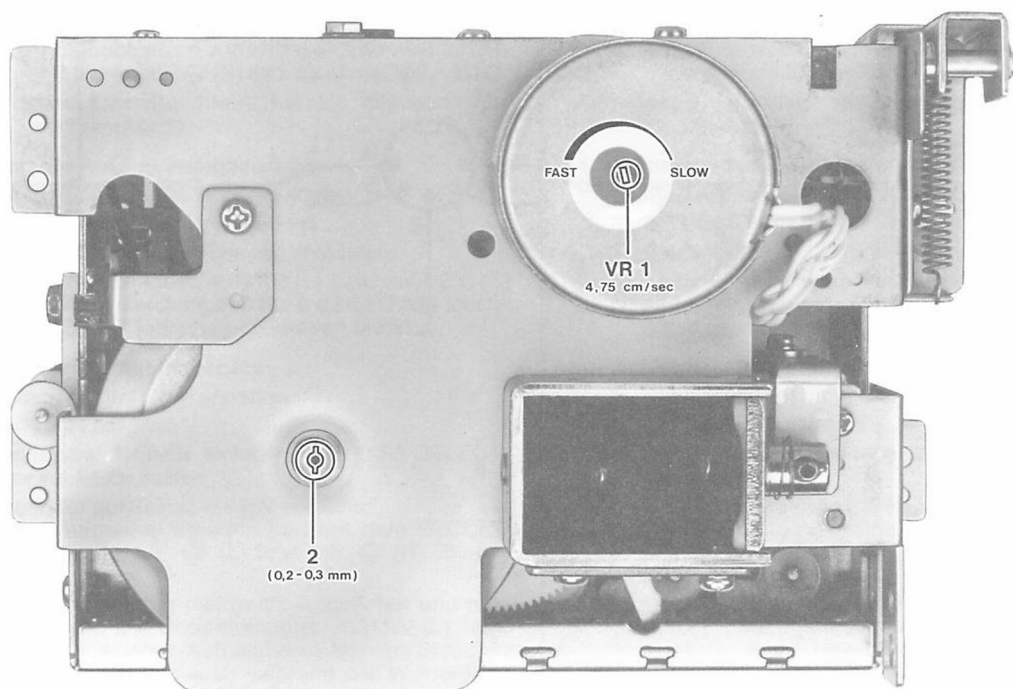

Fig. 1
Die Lagerschraube 2, Fig. 1, ist so einzustellen, daß das axiale Spiel der Capstanwelle 0,2-0,3 mm beträgt. Nach dem Einstellen mit Sicherungslack festlegen.
Bearing bolt 2, Fig. 1, has to be adjusted such that the axial clearance of the capstan shaft is 0.2-0.3 mm. Secure the clearance adjustment by means of securing varnish.
- d) Mit dem im Motor befindlichen Potentiometer VR1 (siehe Fig. 1) die Sollgeschwindigkeit von 4,75 cm/sec einstellen. Die Drift darf hierbei $\pm 1\%$, die Tonhöhen-schwankung (Flutter) $\pm 0,15\%$ betragen.
- d) Adjust the nominal speed of 4.75 cm/sec by means of the potentiometer VR1 (see Fig. 1) in the motor. In this connection a drift of $\pm 1\%$ and a flutter of 0.15 % is acceptable.